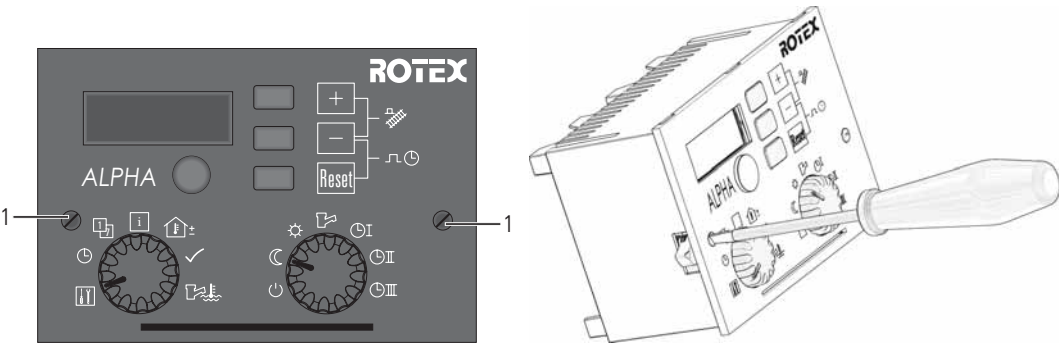

Bild 6-2 Zentralgerät ausbauen
- Seitliche Schnellklemmvorrichtungen (1) durch Drehen gegen den Uhrzeigersinn lösen und anschließend das Zentralgerät in den Ausschnitt hineinschieben (siehe Bild 6-2).
- Seitliche Schnellklemmvorrichtungen (1) durch Drehen im Uhrzeigersinn arretieren.